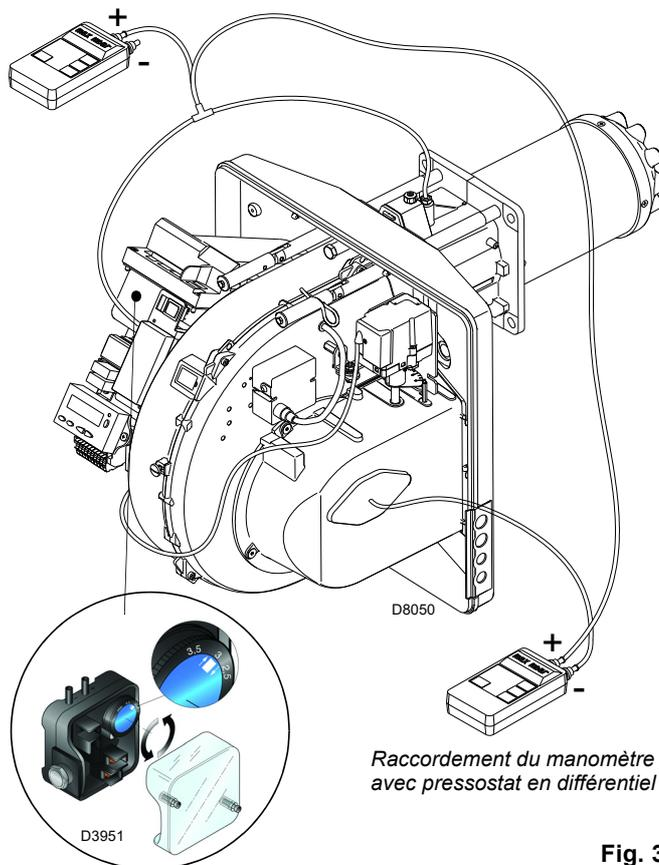

Fig. 30
- Régler le pressostat air (Fig. 30 à la page 32) au début de la graduation.
Régler le pressostat air (Fig. 30) après tous les autres réglages du brûleur avec le pressostat à air réglé au début d'échelle.
L'encombrement du brûleur est indiqué dans la Fig. 30. La configuration standard est celle du pressostat de l'air raccordé en absolu. A remarquer la présence d'un raccordement en «T» non fourni.
Dans certaines applications en fortes dépressions, le raccordement du pressostat ne lui permet pas de commuter. Dans ce cas il est nécessaire de raccorder le pressostat dans le mode différentiel, en appliquant un deuxième petit tuyau entre pressostat air et bouche d'aspiration du ventilateur. Dans ce cas il faut également connecter en mode différentiel le manomètre, comme indiqué sur la Fig. 30.